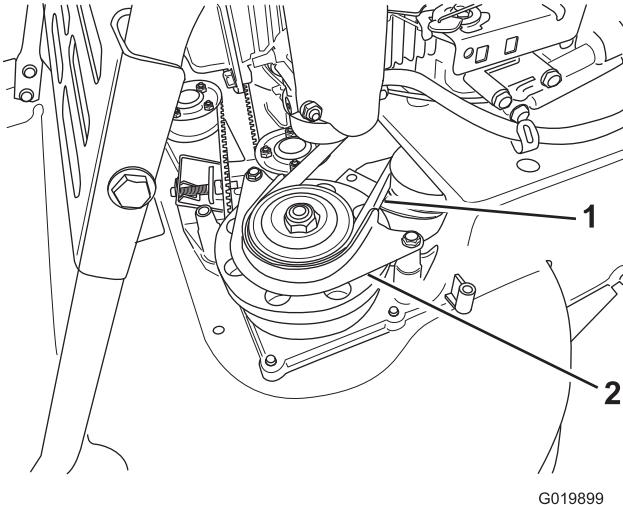

Figura 40
6. Retire el protector de la correa del EFC (Figura 40).